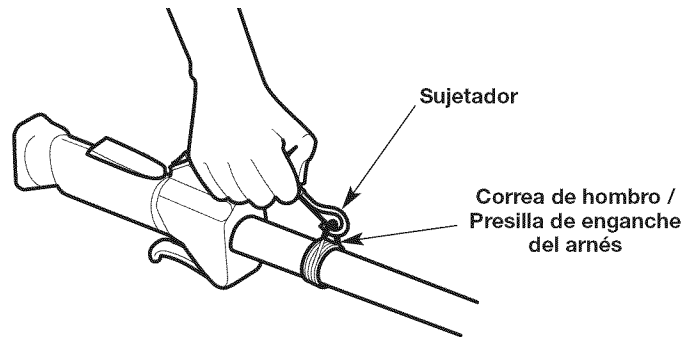

Fig. 12
5. Calce el pasador a presión sobre la correa de hombro/presilla de enganche del arnés (Fig. 12).